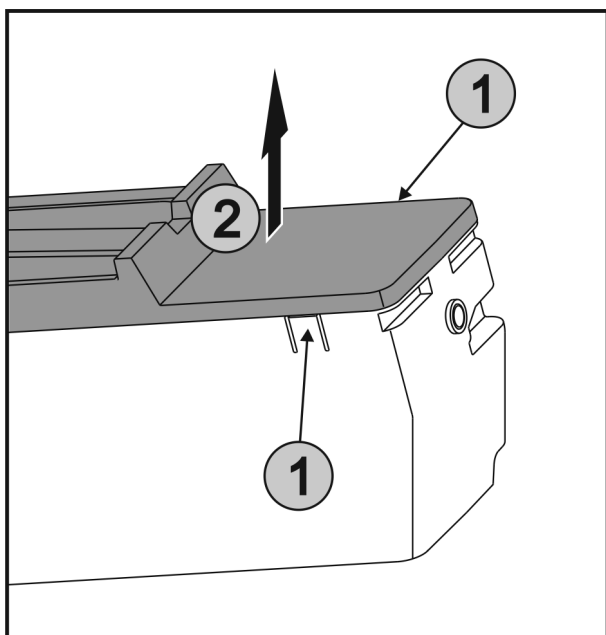

Fig. 38
- ▶ Apăsați simultan eclisele Fig. 38 (1) de pe ambele părți ale EasyTwist-Ice și scoateți capacul Fig. 38 (2) în sus.